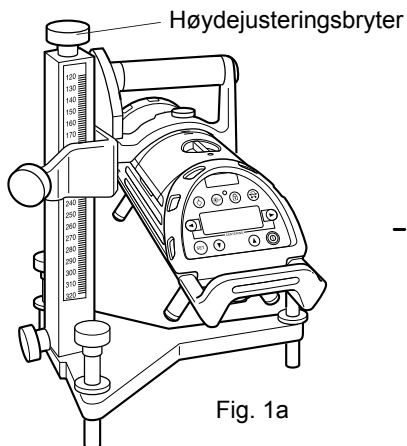
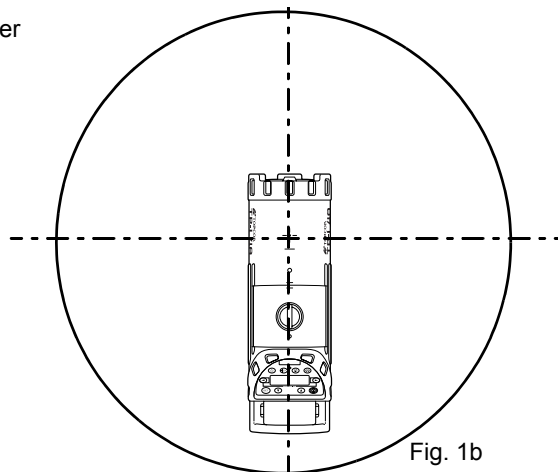
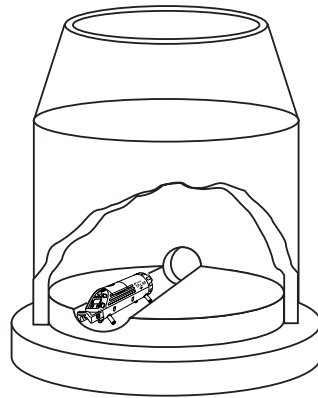

Fig. 1a
Fig. 1b
Fig. 1c
- 1** Fest TP-L4G/A/B/BG til trefotstativet (Fig. 1a) og plasser lampen over midtlinjen til røret eller inverter midten til kummen (Fig. 1b). Juster vinkelen til laseren, ved bruk av tre nivelleringskruer, i retningen som angis på displayet til nivåindikatoren er i midtposisjonen. På ferdigstøpte stativer festes føtter av egnet format og laseren stilles midt i stativet (Fig. 1c).